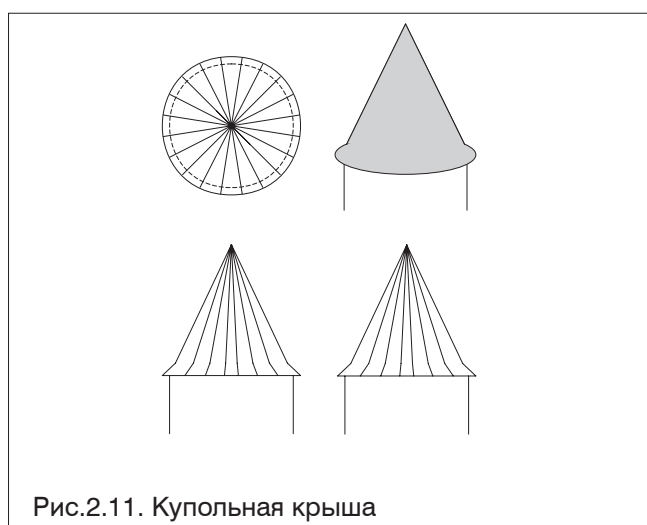

Рис.2.11. Купольная крыша
- **Купольная крыша** (рис.2.11.) применяется для перекрытия зданий кругового очертания в плане.